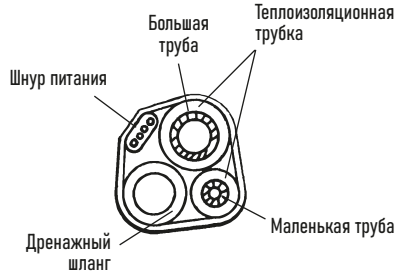
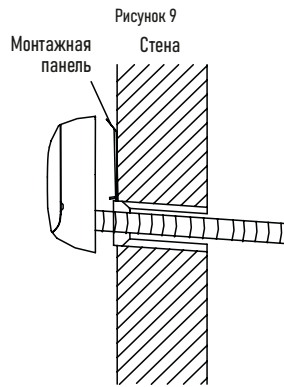

Рисунок 8
Рисунок 10
- Расположите соединительные трубы, кабель, дренажный шланг, как показано на рис. 8, а затем подсоедините дренажный шланг к сливному отверстию. Дренажный шланг должен быть проложен под наклоном (вниз) (Рис. 10). Скрепите соединительные трубы, кабели и дренажный шланг вместе виниловой лентой. Обеспечьте достаточное пространство между дренажной трубой и землей. Не ставьте дренажную трубу в воду или канаву.